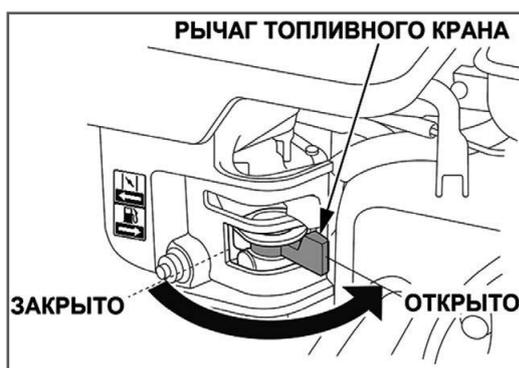

Рис.9 Топливный кран карбюратора
2. Откройте топливный кран карбюратора. Для этого рычаг топливного крана (Рис. 9) установите в крайнее правое положение.